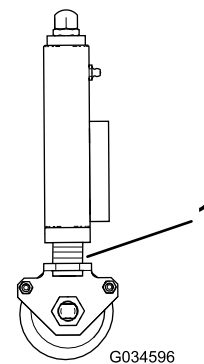

Figura 28
2. Assicuratevi che tutti gli apparati di taglio siano impostati alla stessa altezza di taglio, facendo riferimento agli anelli indicatori (Figura 28).